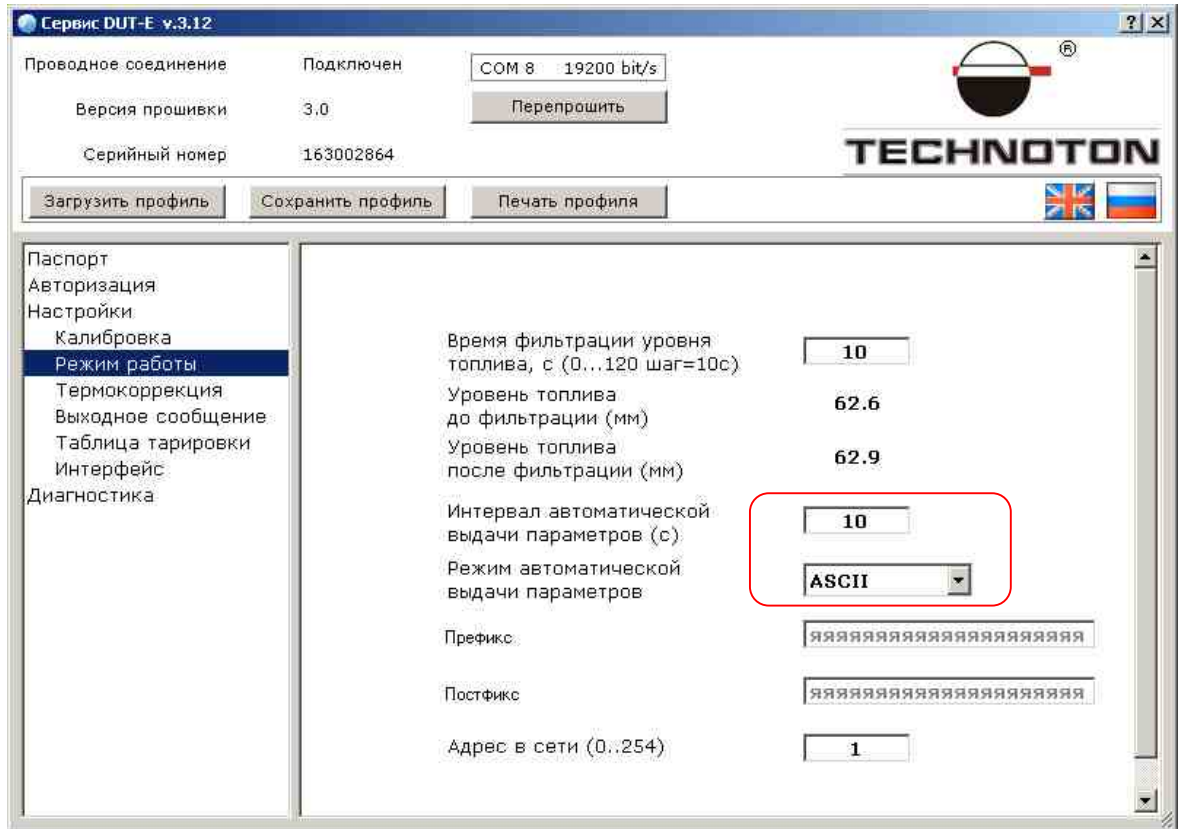

Рисунок 2
3.3. Настройка режима работы датчика уровня топлива DUT-E 232 (Рис. 2, 3)